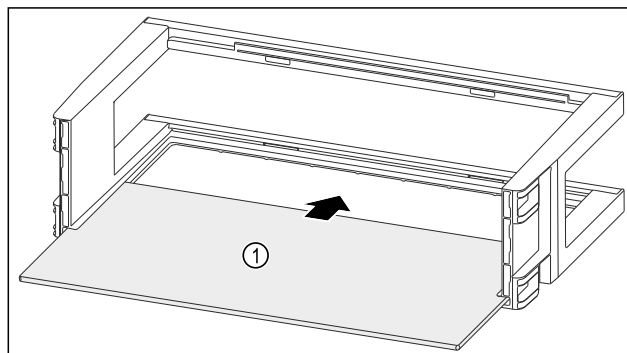

Fig. 97
- ▶ Împingeți în interior raftul Fig. 97 (1) în degajările laterale.